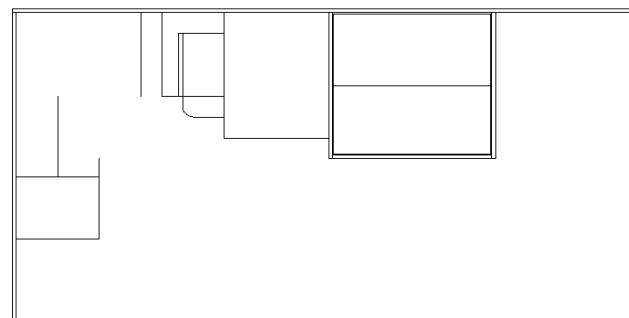

Рис. 4.34 ▼ Вид чертежа после восстановления исходного масштаба просмотра
14. Снова запустите инструмент **Зумировать предыдущий** (Zoom Previous), и AutoCAD вернет масштаб изображения к исходному состоянию (рис. 4.34).